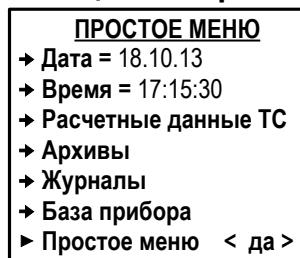

Рис.40. Возможный вид ПРОСТОГО МЕНЮ (режим РАБОТА).
7.8.1.4. Отображение **ПРОСТОГО МЕНЮ** (рис.40) в режиме РАБОТА начинается после установки значения **да** для параметра **Простое меню** (в меню **Настройка / Общие настройки / Простое меню**).
Для возврата к отображению **ОСНОВНОГО МЕНЮ** в режиме РАБОТА необходимо параметру **Простое меню** (рис.40) установить значение **нет**.